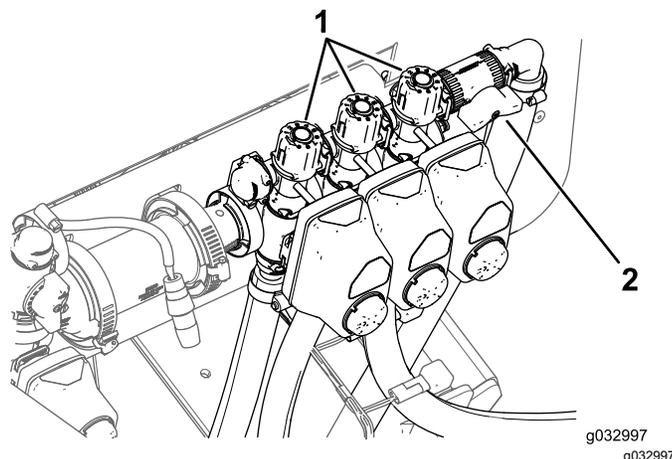

Figura 48
9. Spegnete la barra sinistra e regolate la manopola di bypass della barra (Figura 48) fino a quando la pressione non raggiunge il livello precedente.
11. Regolate la manopola di bypass della barra destra (Figura 48) fino a quando la pressione non raggiunge il livello precedente.
13. Regolate la manopola di bypass della barra centrale (Figura 48) fino a quando la pressione non raggiunge il livello precedente.